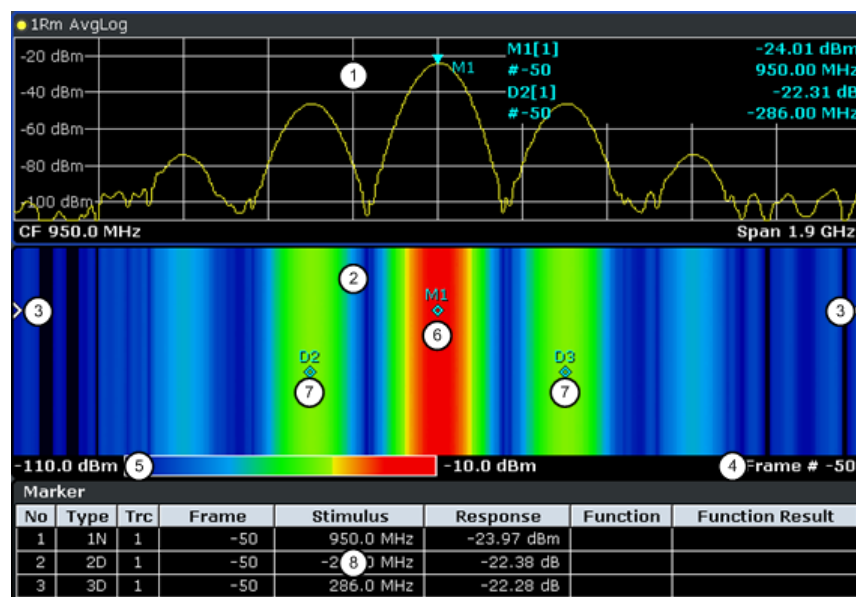

Bild 5-20: Bildschirmaufteilung der Spektrogramm-Ergebnisanzeige
- Spektrumanalysator-Ergebnisanzeige (1 in Bild 5-20)